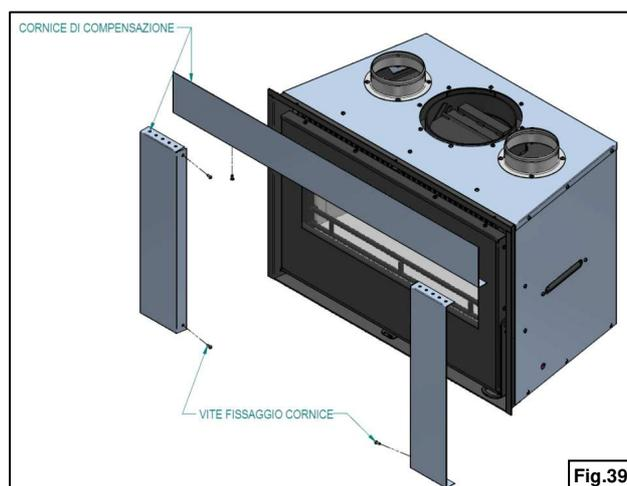

Fig.39
- 2) Comporre sopra un piano di lavoro la cornice nella configurazione indicata in fig. 39.